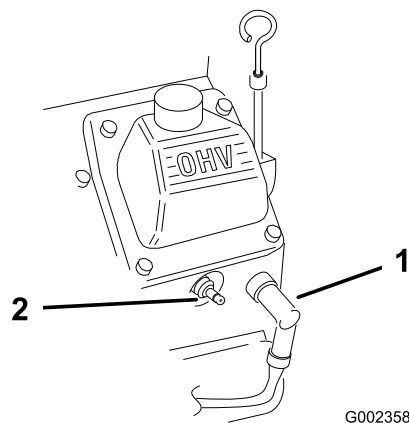

Bild 29
- Klemmen Sie das Zündkabel von der Zündkerzen ab (Bild 29).